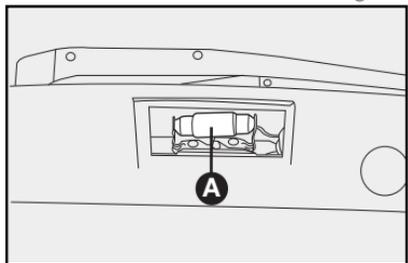

fig. 52
2) quitar la lámpara **A-fig. 52** de su alojamiento y sustituirla.